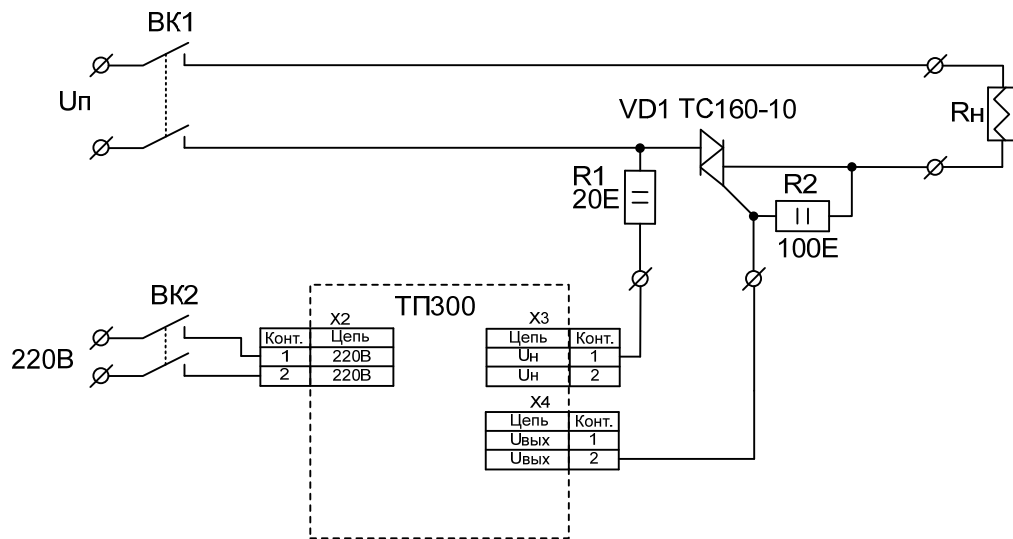

Рисунок 9. Подключение силового симистора для коммутируемого тока нагрузки 80А.
5.3. При подключении силового симистора (рис. 9.) терморегулятор способен управлять более мощной нагрузкой.